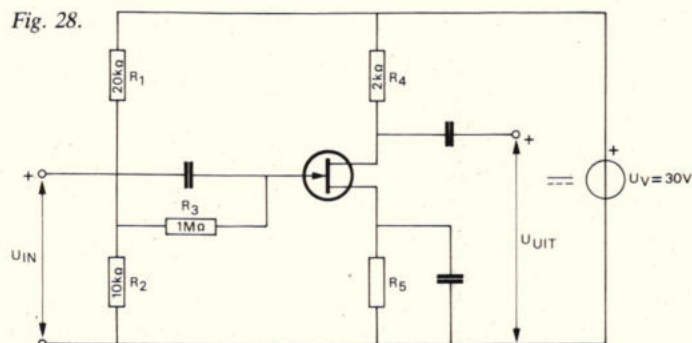
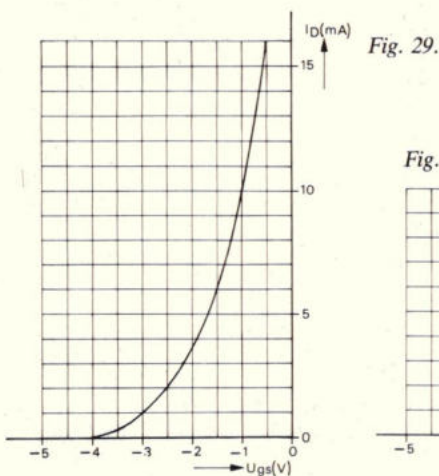
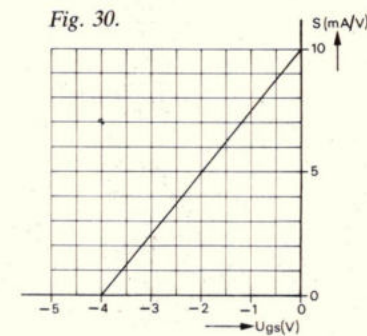

Fig. 28.
Fig. 29.
Fig. 30.
6. In fig. 28 is een LF-versterkertrap weergegeven. Enkele karakteristieken van de FET zijn gegeven in fig. 29 en 30.
Voor een versterking van 10 bij een collectorweerstand van  $2\text{ k}\Omega$  is een steilheid van  $5\text{ mA/V}$  nodig. Uit fig. 30 volgt dat hierbij de spanning  $U_{gs}$  gelijk is aan  $-2\text{ V}$ . Fig. 29 levert nu voor  $I_D$  de waarde  $3,6\text{ mA}$ .